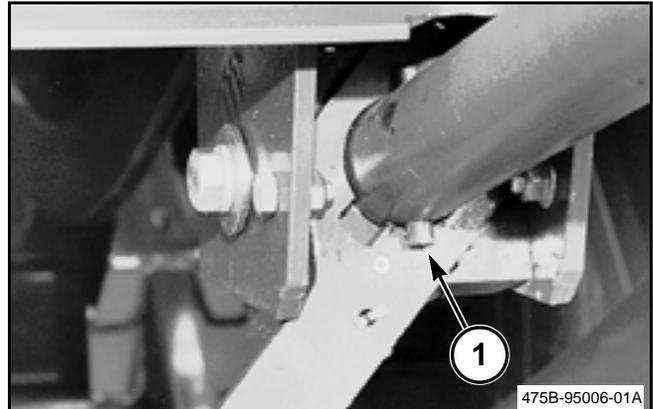

FIG. 96
FIG. 96: Si un pasador de ranura de la vertedera de fardos (1) se rompe, quite el pasador de ranura viejo del orificio. Si el orificio está dañado, reemplace el tubo de levantamiento de la vertedera de fardos.